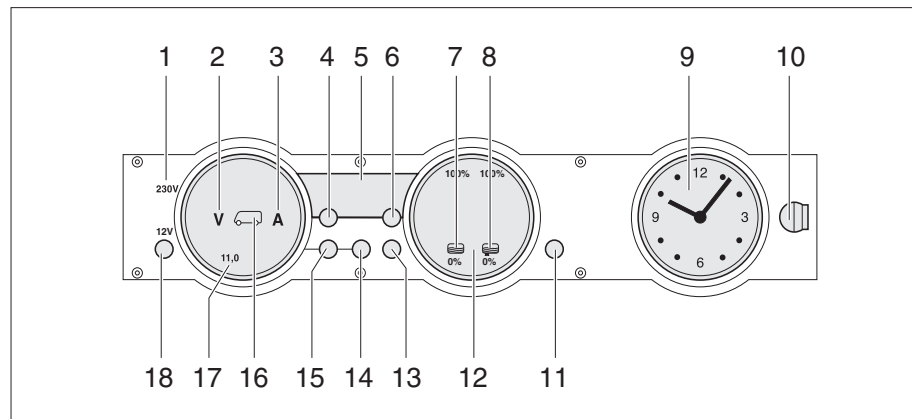

Fig. 170 Panel MP 20-T
Se enciende la luz de control de 230 V (Fig. 170,1) cuando hay tensión de red en la entrada del bloque eléctrico.
El interruptor principal de 12 V (Fig. 170,18) conecta y desconecta el panel y la alimentación de 12 V del habitáculo.
- Pulsar la tecla "12 V" (Fig. 170,18) brevemente. La alimentación de 12 V del habitáculo está conectada. La visualización de control "12 V" está encendida.
- ▷ En caso de que después de la conexión parpadeen tanto el LED "11,0" de la visualización de voltios así como el símbolo Voltios "V" (Fig. 170,2) en el instrumento indicador Baterías (Fig. 170,17), será demasiado baja la tensión de la batería del habitáculo. Cargar la batería.
- ▷ En caso de que después de la conexión parpadeen tres veces la visualización de control "12 V", el símbolo Batería del habitáculo (Fig. 170,16) y el símbolo Voltios "V" (Fig. 170,2), estará activada la separación de batería. Desactivar la separación de batería.
- Pulsar la tecla "12 V" (Fig. 170,18) brevemente. La alimentación de 12 V del habitáculo está desconectada. La visualización de control "12 V" se apaga.
- Pulsar la tecla Batería del habitáculo (Fig. 170,14) y mantenerla pulsada aprox. 10 segundos. Los símbolos Voltios "V" (Fig. 170,2) y Amperios "A" (Fig. 170,3) parpadean tres veces. La batería del habitáculo está separada de la red de a bordo de 12 V.
- Pulsar la tecla "12 V" (Fig. 170,18) y mantenerla pulsada aprox. 5 segundos. El símbolo Voltios "V" (Fig. 170,2) parpadeará tres veces. La batería del habitáculo está conectada a la red de a bordo de 12 V. La visualización de control estará encendida durante aprox. 2 segundos.
- Pulsar la tecla Batería del habitáculo  (Fig. 170,14). El símbolo Voltios "V" (Fig. 170,2) estará encendido. Según la carga o la descarga, el símbolo Amperios "A" estará iluminado de color blanco o rojo. La tensión de la batería y la corriente de la batería del habitáculo se visualizan a través de LEDs en el instrumento indicador.
- Pulsar la tecla Batería del motor de arranque  (Fig. 170,15). El símbolo Voltios "V" (Fig. 170,2) estará encendido. La tensión de la batería del motor de arranque es visualizada a través de LEDs en el instrumento indicador.
- Pulsar la tecla Depósitos  (Fig. 170,13). Los símbolos Depósito de agua  (Fig. 170,7) y Depósito de aguas residuales  (Fig. 170,8) estarán encendidos. Los niveles de llenado del depósito de agua (escala izquierda) y del depósito de aguas residuales (escala derecha) serán visualizados a través de LEDs en el instrumento indicador.
El símbolo Voltios "V" (Fig. 170,2) y el LED "11,0" parpadearán tan pronto la tensión de la batería caiga abajo de 11 V (medición durante el funcionamiento) y exista el riesgo de una descarga completa.
El símbolo Depósito de agua  (Fig. 170,7) o el símbolo Depósito de aguas residuales  (Fig. 170,8) parpadeará si el depósito de agua está vacío o el depósito de aguas residuales está lleno.